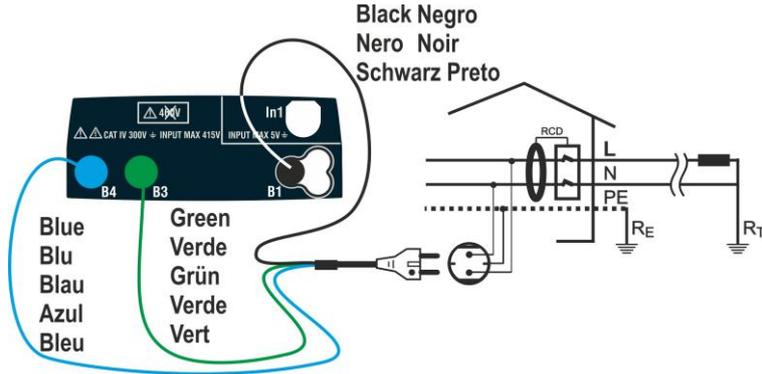
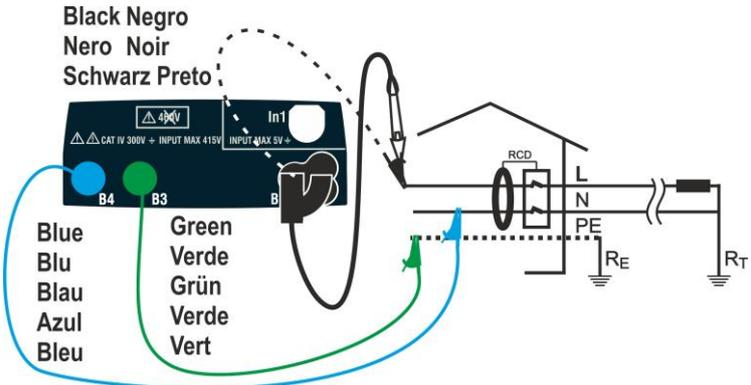
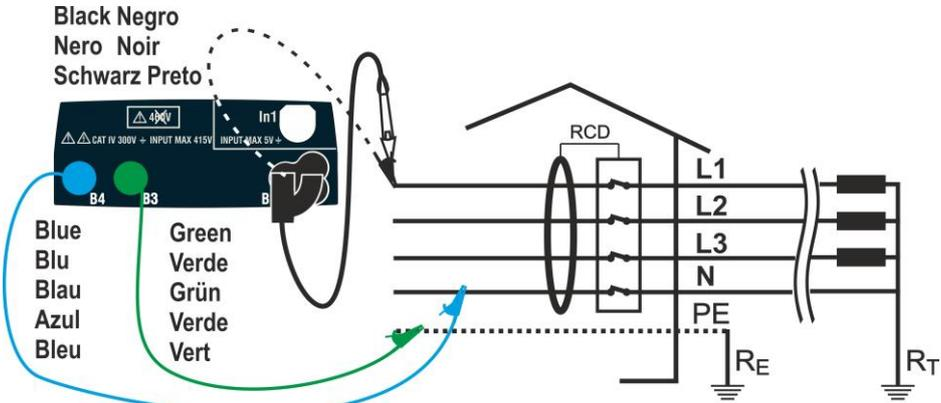

Fig. 19: Connexion pour système Monophasé L-N-PE à travers un câble avec prise Shuko
Fig. 20: Connexion pour système Monophasé L-N-PE avec câbles et embout à distance
Fig. 21: Connexion pour système Triphasé L1-L2-L3-N avec câbles et embout à distance
3. Insérer les connecteurs vert, bleu et noir du câble shuko à trois broches dans les conducteurs d'entrée B3, B4 et B1 correspondants de l'instrument. En alternative, utiliser les câbles individuels et appliquer les pinces-crocodiles aux extrémités libres des câbles. Il est possible aussi d'utiliser l'embout à distance en insérant son connecteur multipolaire dans le câble d'entrée B1. Brancher la fiche Shuko, les pinces-crocodiles ou l'embout à distance au secteur électrique conformément aux Fig. 19, Fig. 20, Fig. 21, Fig. 23, Fig. 24